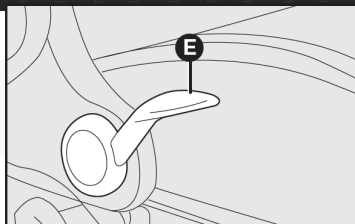

fig. 6
**Ajuste en altura - fig. 6 (si así está equipado)**
En algunas versiones, el ajuste mecánico de altura del asiento se puede realizar utilizando la palanca E-fig. 6.
El ajuste se debe realizar accionando la palanca E-fig. 6, levantándola tantas veces cuantas sean necesarias (esto elevará el asiento) para obtener la posición deseada. Para bajar el asiento se debe hacer el procedimiento contrario.